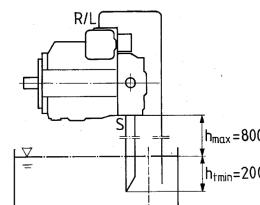

图 4
b) 当油箱的最低液面比泵的上端低时，泄油口以及可能包括《S》口必须用管道连接（见图4）。情况如同1.2。
a) 如安装在油箱之上，请见图4。